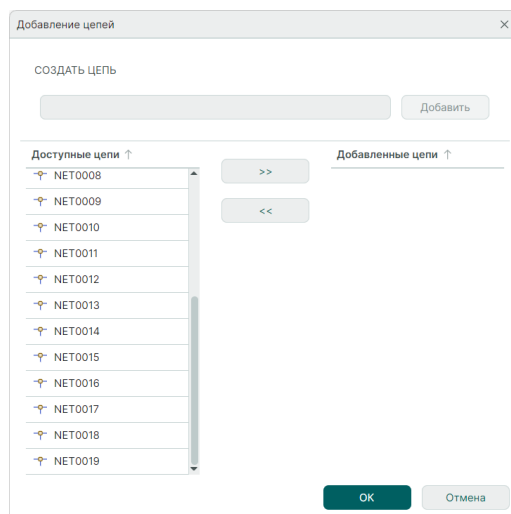

Рис. 175 Окно «Добавление цепей»
1) В окне редактора цепей шины в режиме «Список» нажмите кнопку «Добавление цепей». Откроется окно «Добавление цепей», см. Рис. 175.